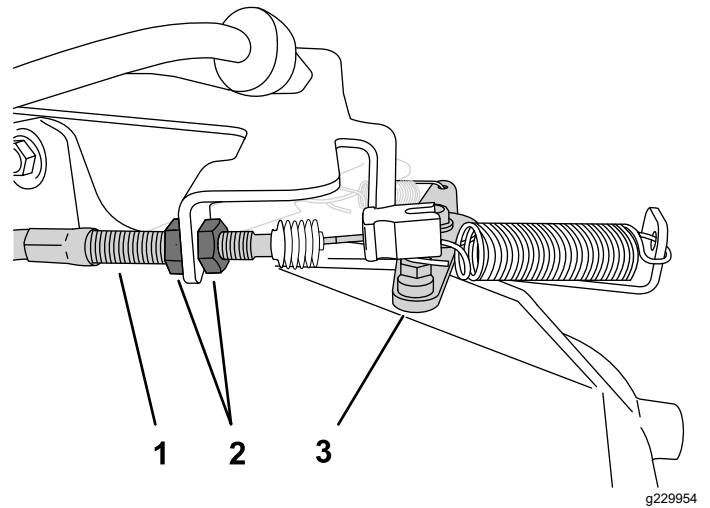

Figura 44
2. En la carcasa del cable del acelerador, afloje la contratuerca delantera y apriete la contratuerca trasera para aumentar el ralentí bajo (Figura 44).